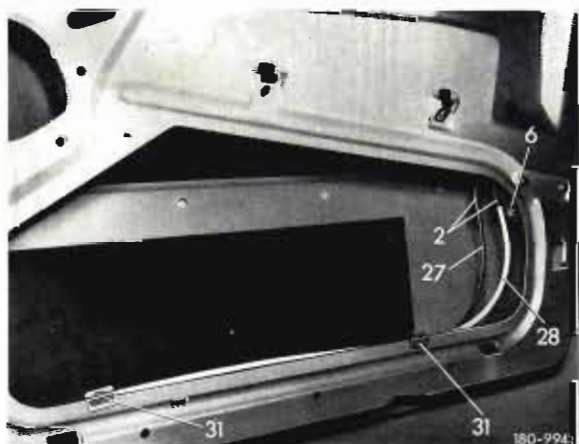

Bild 19
36 Unterdruckleitungen (27 und 28) mit zwei Steckklammern (31) an der rechten Fahrertür befestigen (Bild 19).